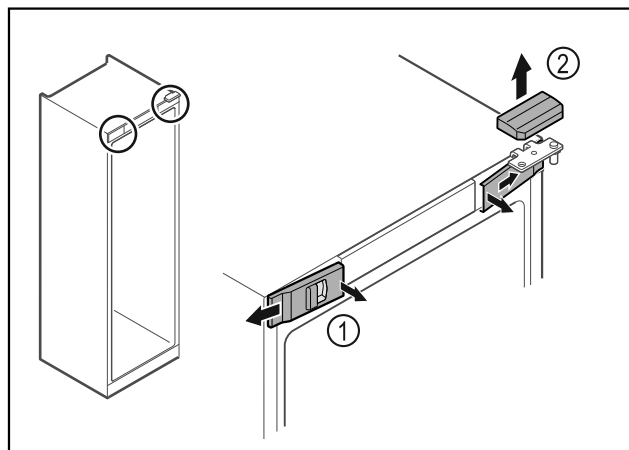

Fig. 16
- Ξεκουμπώστε εσωτερικά τα μπροστινά καλύμματα Fig. 16 (1) και αφαιρέστε τα προς το πλάι.
- Αφαιρέστε προς τα επάνω το επάνω κάλυμμα Fig. 16 (2).